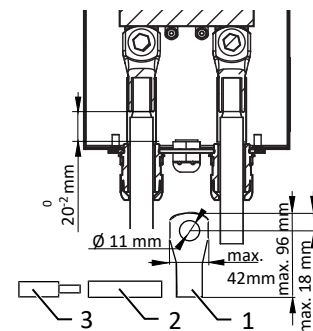

Abb. 27: DC-Leitung konfigurieren
- WARNUNG! Kurzschlussgefahr durch fehlerhafte Dimensionierung des Kabelschuhs! Für die Auswahl die Abmessungen beachten.** [Siehe Abbildung 27 ▶ Seite 28]